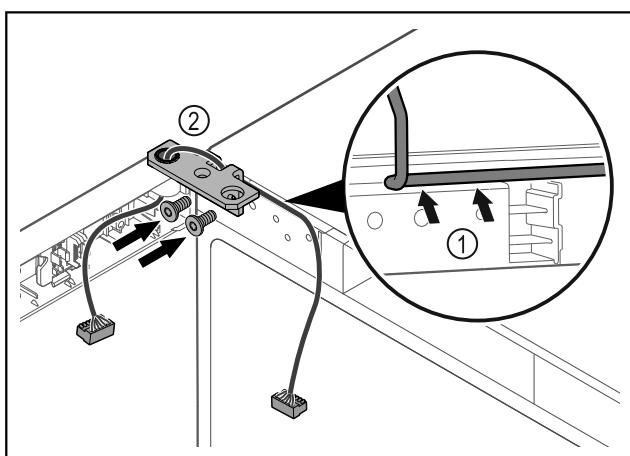

Fig. 58
- Проведите кабель через отверстие в шарнирном уголке и аккуратно уложите его Fig. 58 (1).
► Привинтите шарнирные уголки Fig. 58 (2).